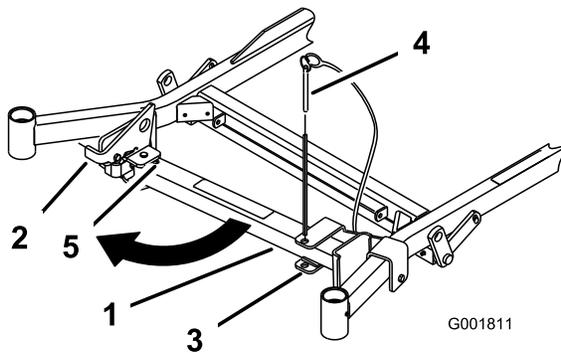
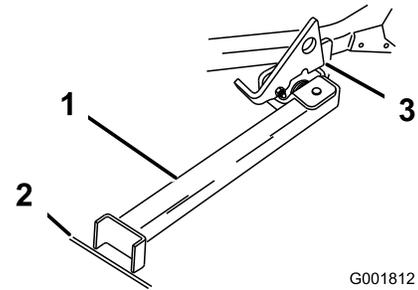

Figura 35
Figura 36
2. Retire el pasador del soporte (Figura 35).
3. Levante el enganche. Gire el pie del soporte hacia adelante, y deslice el soporte hacia la máquina, hasta que encaje en la parte de abajo de la ranura (Figura 35 y Figura 36).
6. Ponga el pie del soporte en el suelo con el enganche descansando sobre la pestaña de giro (Figura 36).
Nota: Para obtener los mejores resultados, coloque el pie del soporte en una ranura de la acera o en el césped (Figura 36).
8. Conduzca la máquina sobre el soporte. Pare cuando el enganche caiga por encima de la pestaña a la posición bloqueada (Figura 36). Una vez que esté sobre el soporte, ponga el freno de estacionamiento y apague el motor.
7. Ponga el soporte de nuevo en su posición de descanso (Figura 35).